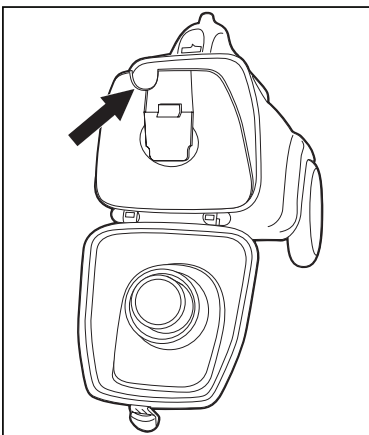

Fig. 12
Étape 4 : Introduisez le doigt dans l'entaille supérieure gauche puis tirez et retirez le sac. (Fig. 12).